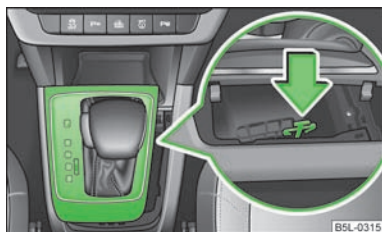

Fig. 108
- Presionar con un dedo la pieza de plástico amarilla en la dirección de la flecha » fig. 108.